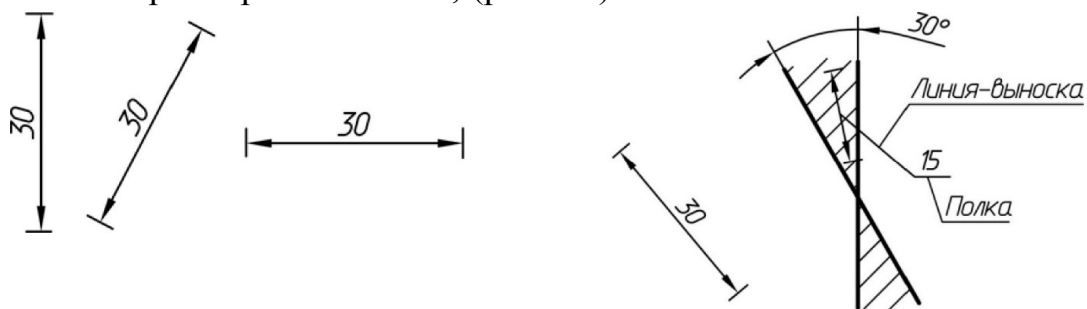

Рис. 68. Нанесение размеров
6. Так пишут размеры на вертикальных, горизонтальных и наклонных размерных линиях, (рис. 68).